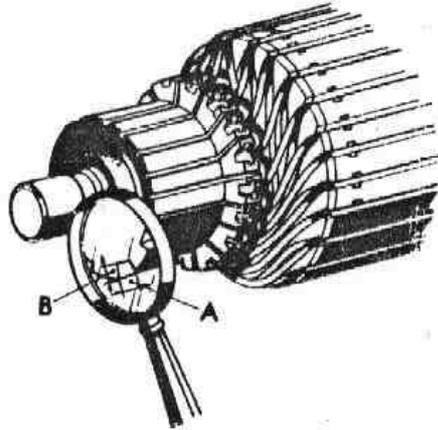

Fig. N-24
- 4.1.4. Si durante el mecanizado desaparecieran las ranuras de los aislantes entre delgas, proceder a rebajar las mismas. Las dimensiones de la ranura deben ser (Fig. N-24)